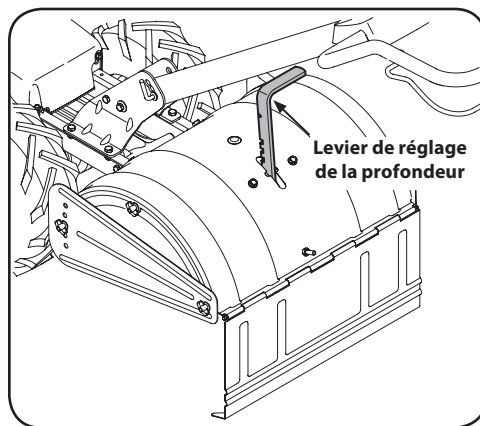

Figure 3-5
1. Placez le motoculteur sur une surface plane. Déplacez le levier de réglage de la profondeur vers l'arrière, puis tirez-le complètement vers le haut jusqu'à ce que l'encoche la plus basse du levier s'enclenche. Voir Figure 3-5.